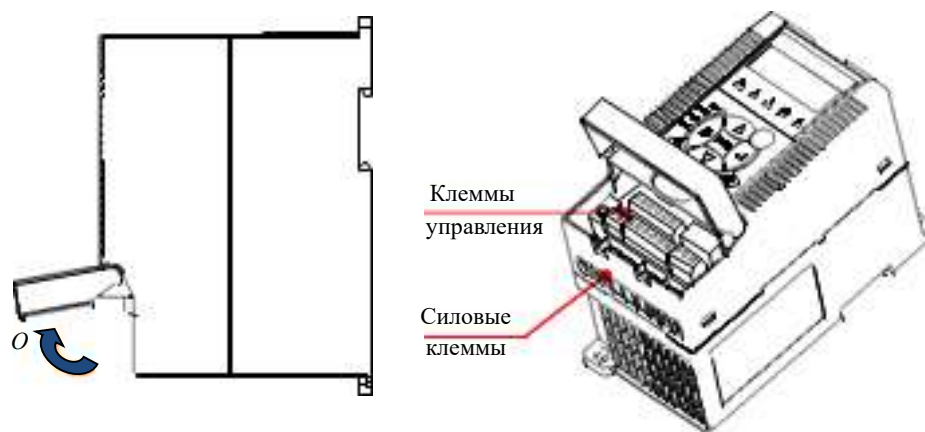

Рис.2-3 ITD...B2 (0.25~1.5 кВт)
- ❖ Для доступа к клеммам, поднимите пластиковую крышку, как показано на Рис. 2-3.